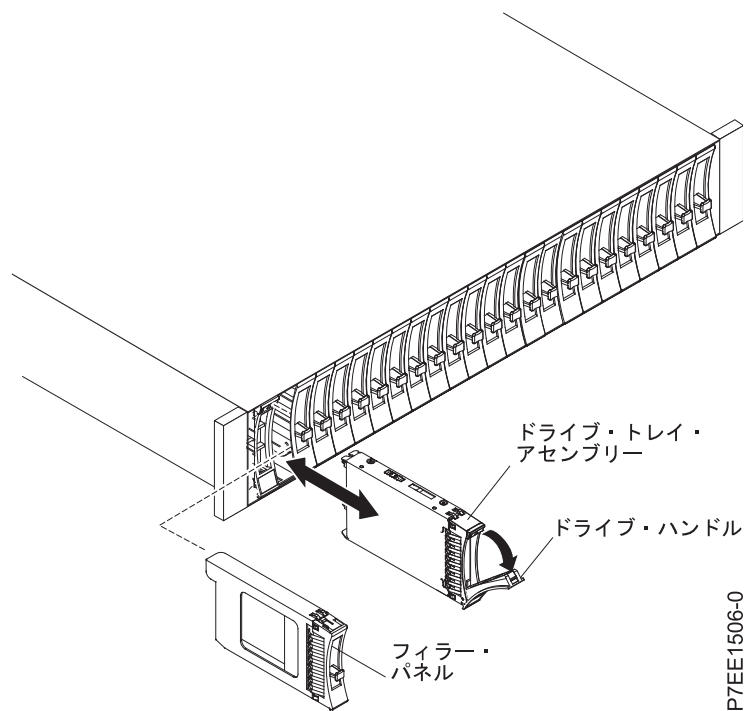

図 29. 5887 ディスク・ドライブ・エンクロージャーからのドライブの取り外し
4. ドライブの前部をつかみ、ドライブの底部を支えながら、スロットから引き出します。 33 ページの図 29